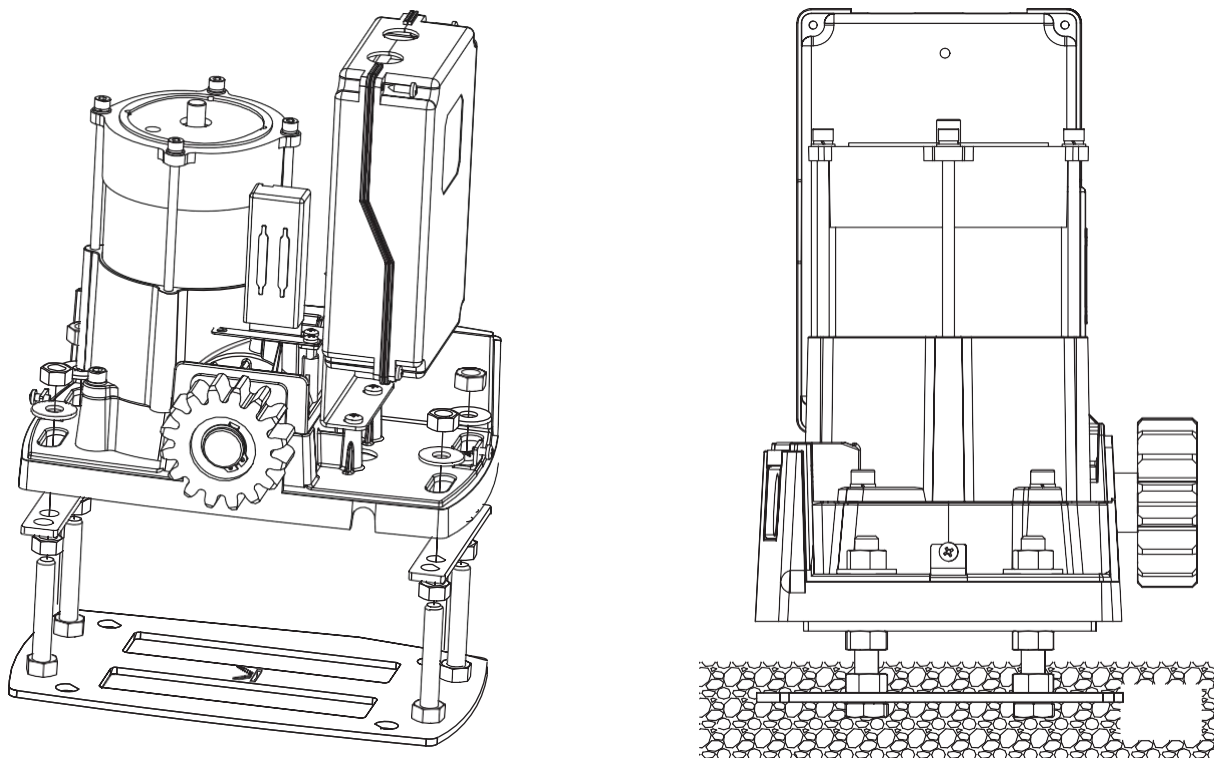

Рисунок 4
1. У комплекті постачаються монтажна пластина з регулюванням висоти, притискна пластина та регульовальні болти, які дозволяють за потреби відрегулювати висоту встановлення двигуна. Після визначення місця встановлення монтажної пластини двигуна (враховуючи габарити двигуна та висоту монтажу зубчастої рейки), надійно закріпіть пластину на попередньо підготовленому бетонному фундаменті за допомогою анкерних болтів або шляхом бетонування болтів у фундамент. (Див. рисунок 4)